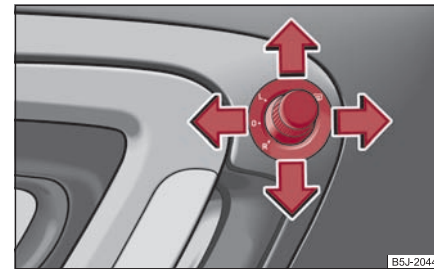

Abb. 62 Türinnenteil: Drehknopf
- Stellen Sie den Drehknopf in die Position  ⇒ Abb. 62. ▶